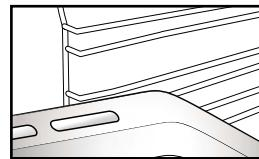

Fig. 2
- Annet utstyr, som en langpanne og bakebrett, settes inn på samme måte som risten (Fig. 2).